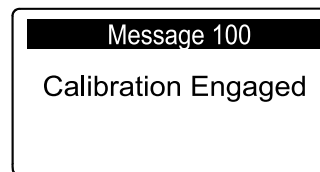

Figure 68
**Remarque:** Le message CALIBRATION ENGAGED (étalonnage engagé) s'affiche (Figure 68) et la tête d'aération s'abaisse lentement.